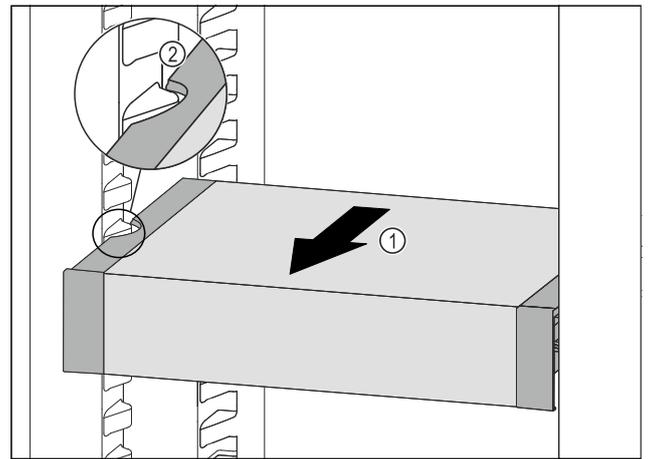

Fig. 123
- ▶ VarioSafe nach vorne ziehen Fig. 123 (1), bis sich die seitlichen Aussparungen des VarioSafes auf Höhe der Behälterrippe im Kühlteil befinden. Fig. 123 (2)